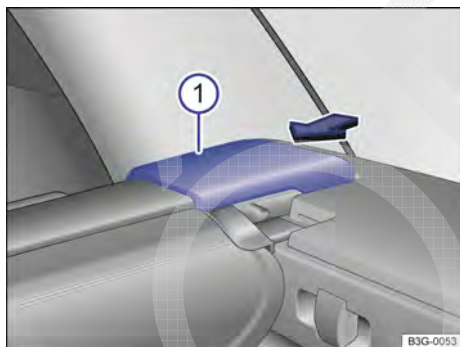

Fig. 231 No compartimento de bagagem: remover a cobertura do compartimento de bagagem.
- Pressionar a tampa terminal da cobertura do compartimento de bagagem → Fig. 231 ① na direção da seta e mantê-la pressionada.
- Soltar a cobertura do compartimento de bagagem → Fig. 231 ①.
- Pressionar a tampa terminal da cobertura do compartimento de bagagem → Fig. 231 ① na direção da seta e mantê-la pressionada. ▶
- Colocar a cobertura do compartimento de bagagem no alojamento direito → Fig. 231 como mostrado.